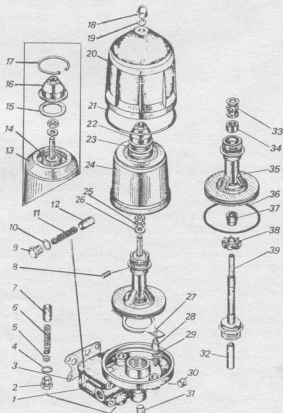

Рис. 3. Фильтр центробежный масляный устанавливаемый на двигателях до № 28200:
18. Завернуть пробки 30 и 31 (Рис. 3) в корпус 1 фильтра. (Отвертка 6,5 мм).
23. Установить турбинку 38 (Рис. 3) на ось 39 ротора. Работу выполнять на двигателях КамаЗ-740 до № 28200.
26. Установить штифт 8 (Рис. 3) в отверстие ротора и завернуть гайку 4 (Рис. 1) крепления ротора. (Ключ гаечный кольцевой 19 мм).